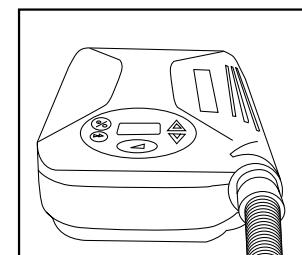

Figure 6
- Connecter le tuyau de 183 cm de longueur et 22 mm de diamètre à l'orifice de sortie à l'avant de l'appareil, **Figure 6**. Il s'agit de l'orifice par lequel est fourni l'air d'alimentation de l'appareil CPAP.